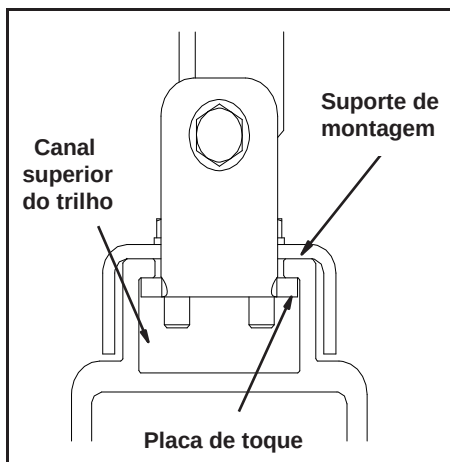

Figura 3-4
- Etapa 3. Remova os parafusos transversais. Deslize o suporte de montagem do trilho na parte superior do canal de suporte e da placa de toque para o canal de suporte na parte superior do trilho da pista. Posicione conforme o *layout* do sistema. Consulte a Figura 3-4.